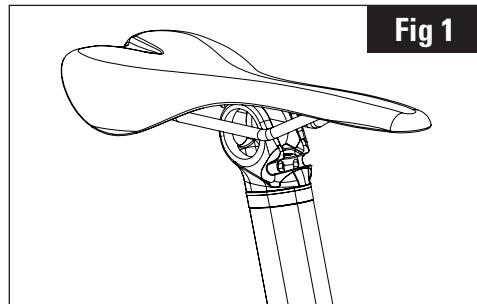

Fig 1
- Den Sattel auf der E-POST 2 EVO auflegen, Schienen an der Außenseite der Sattelstütze. (Abb.1)